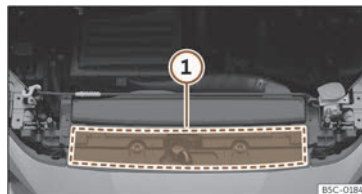

Abb. 204 Im Motorraum: Position des Aufklebers mit Motoröl-Spezifikationen
raums >>> (Abb. 204) (1). Bei Verwendung des empfohlenen Motoröls kann das Motoröl so oft wie erforderlich nachgefüllt werden.